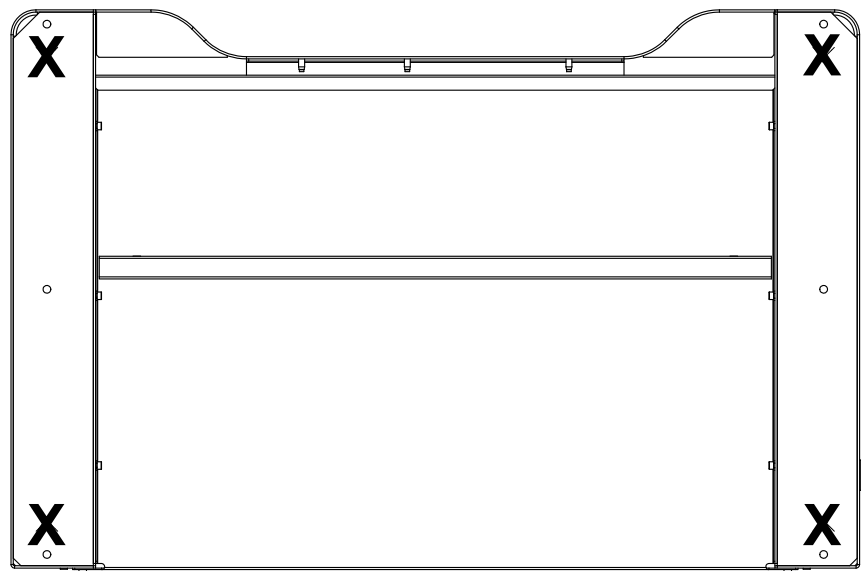

Figura 25. Parte inferiore del telaio che mostra la posizione dei piedini del telaio
7. Individuare i piedi del telaio che sono stati rimossi per imbullonare il telaio allo scivolo di spedizione. Rimuovere le staffe tubolari nella parte posteriore della base del telaio e installare i piedini del telaio nelle posizioni indicate nella Figura 25 a pagina 85.